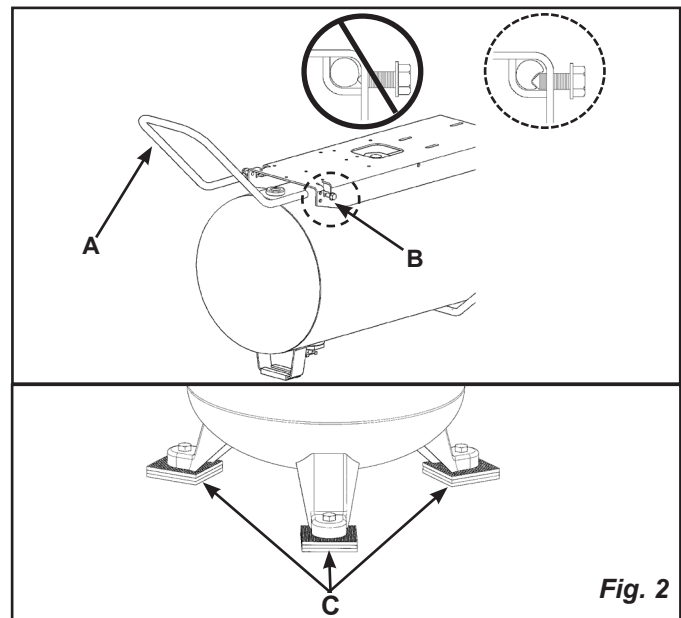

Fig. 2
3. Si cela est nécessaire pour votre modèle, installez la poignée (**A**) en insérant les extrémités dans la base et en les fixant à l'aide des boulons (**B**) fournis (**Fig. 2**). Serrez les boulons contre la base.